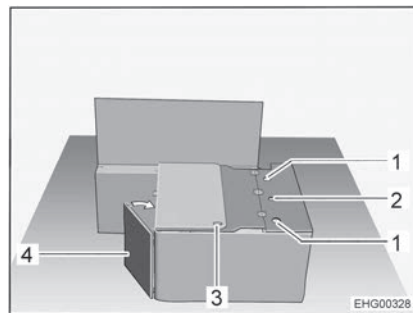

Bild 24 Under ombyggnaden
- Sväng den främre väggen på sittbänken (Bild 24,4) i riktning mot sidoväggen.
- För säkerhetsbältet med bältlåset genom öppningen (Bild 24,3) i sittbänkslocket.
- Sätt i ryggstödet på den hopfällbara stolen i sidofästena (Bild 24,1) och dra åt stjärngreppsskruven på det mittersta fästet (Bild 24,2) handfast.